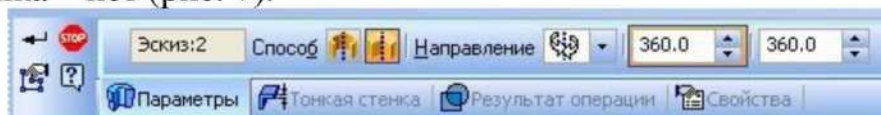

Рис. 7.
10. Выполните команду *Операции* – *Операция* – *Вращение*. Установите следующие параметры: способ – сфероид, направление – два, тонкая стенка – нет (рис. 7).